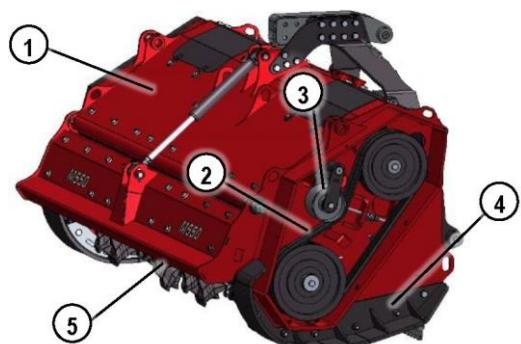

Рис. 15. Мульчирующая фреза со снятым корпусом
Мульчирующая фреза установлена на устойчивом корпусе (1) (Рис. 15). Основным компонентом мульчирующей фрезы является ротор (5) с инструментами, обрабатывающими грунт, укладывающими стоящие насаждения и измельчающими в мульчу лежащий материал.